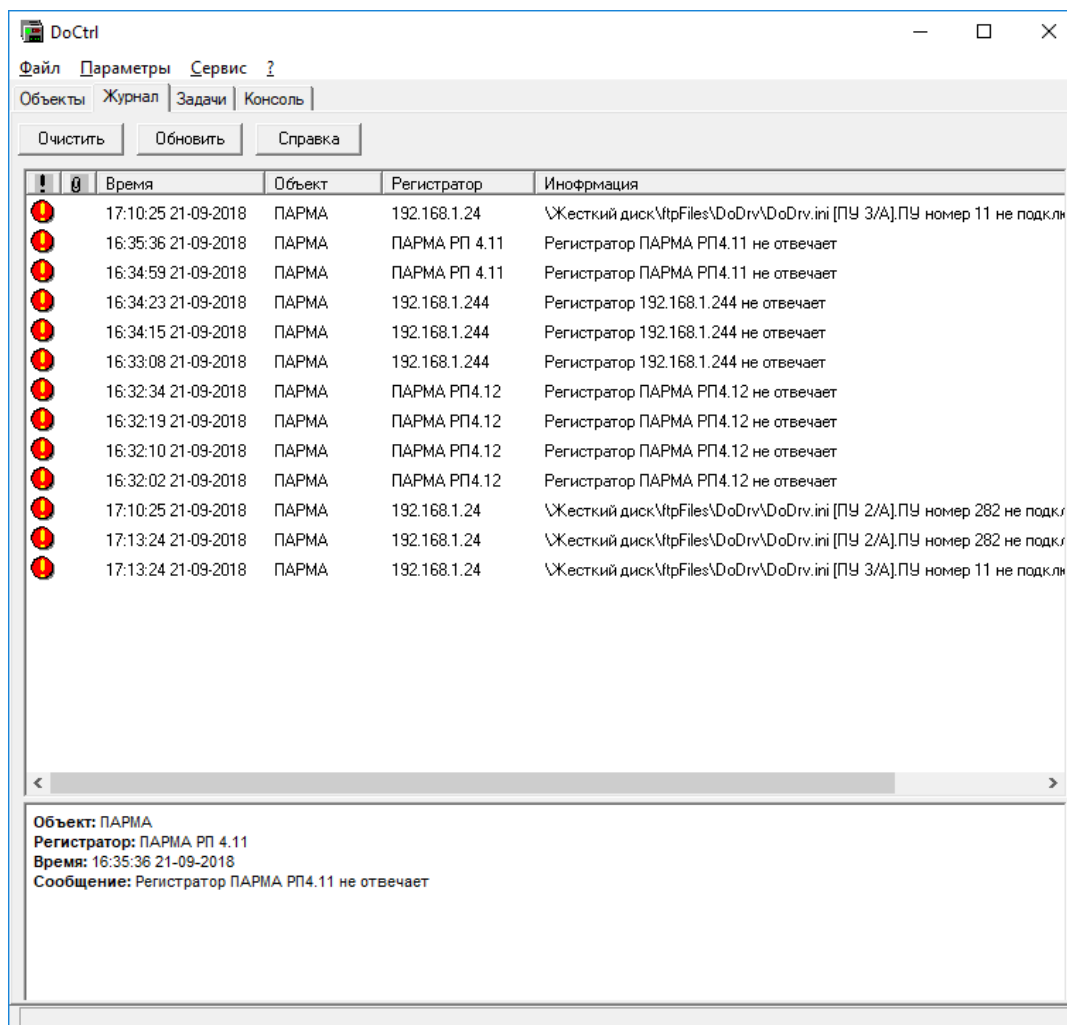

Рисунок 29 – Окно сообщений программы DoCtrl
- Рисунок 29 – Окно сообщений программы DoCtrl